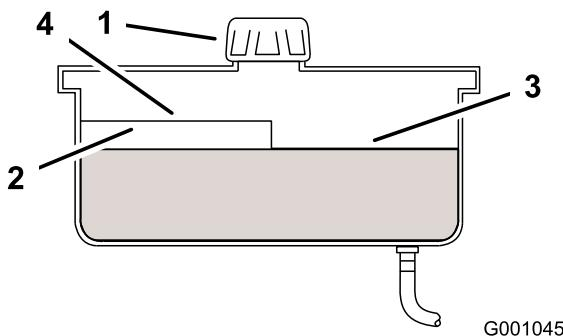

Figura 54
4. Limpie alrededor del cuello de llenado y el tapón del depósito de aceite hidráulico (Figura 54).
5. Retire el tapón del cuello de llenado. Mire dentro para ver si hay aceite en el depósito. (Figura 54).
Nota: El nivel de aceite debe llegar a la parte superior del nivel caliente del tabique cuando el aceite está caliente (Figura 54).